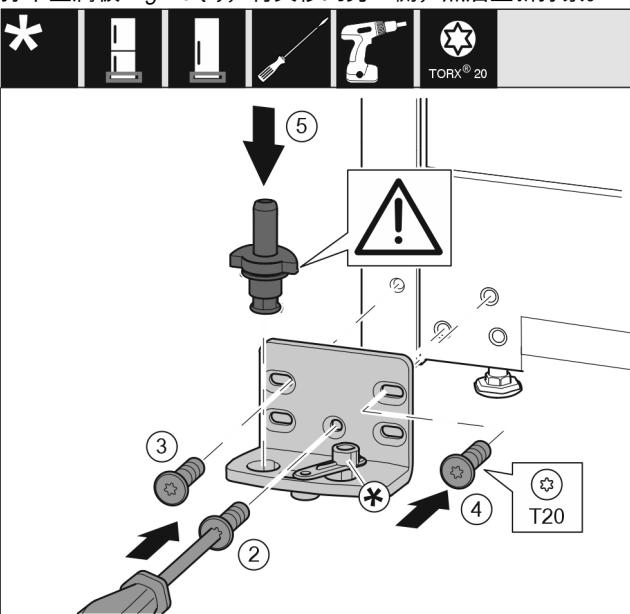

Fig. 17
- 将托架安装到另一侧，并借助螺丝刀旋紧。用螺钉 Fig. 17 (2) 从底部的中心开始。
- 拧紧螺钉 Fig. 17 (3)和螺钉 Fig. 17 (4)。
- 将轴承螺栓 Fig. 17 (5)完全装入。同时注意止动凸轮需指向后方。